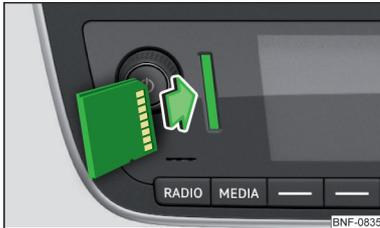

Abb. 104
- Die SD-Karte in den Schacht in Pfeilrichtung, mit der abgeschnittenen Ecke nach oben gerichtet, **einschieben**, bis diese „verrastet“ » **Abb. 104**.